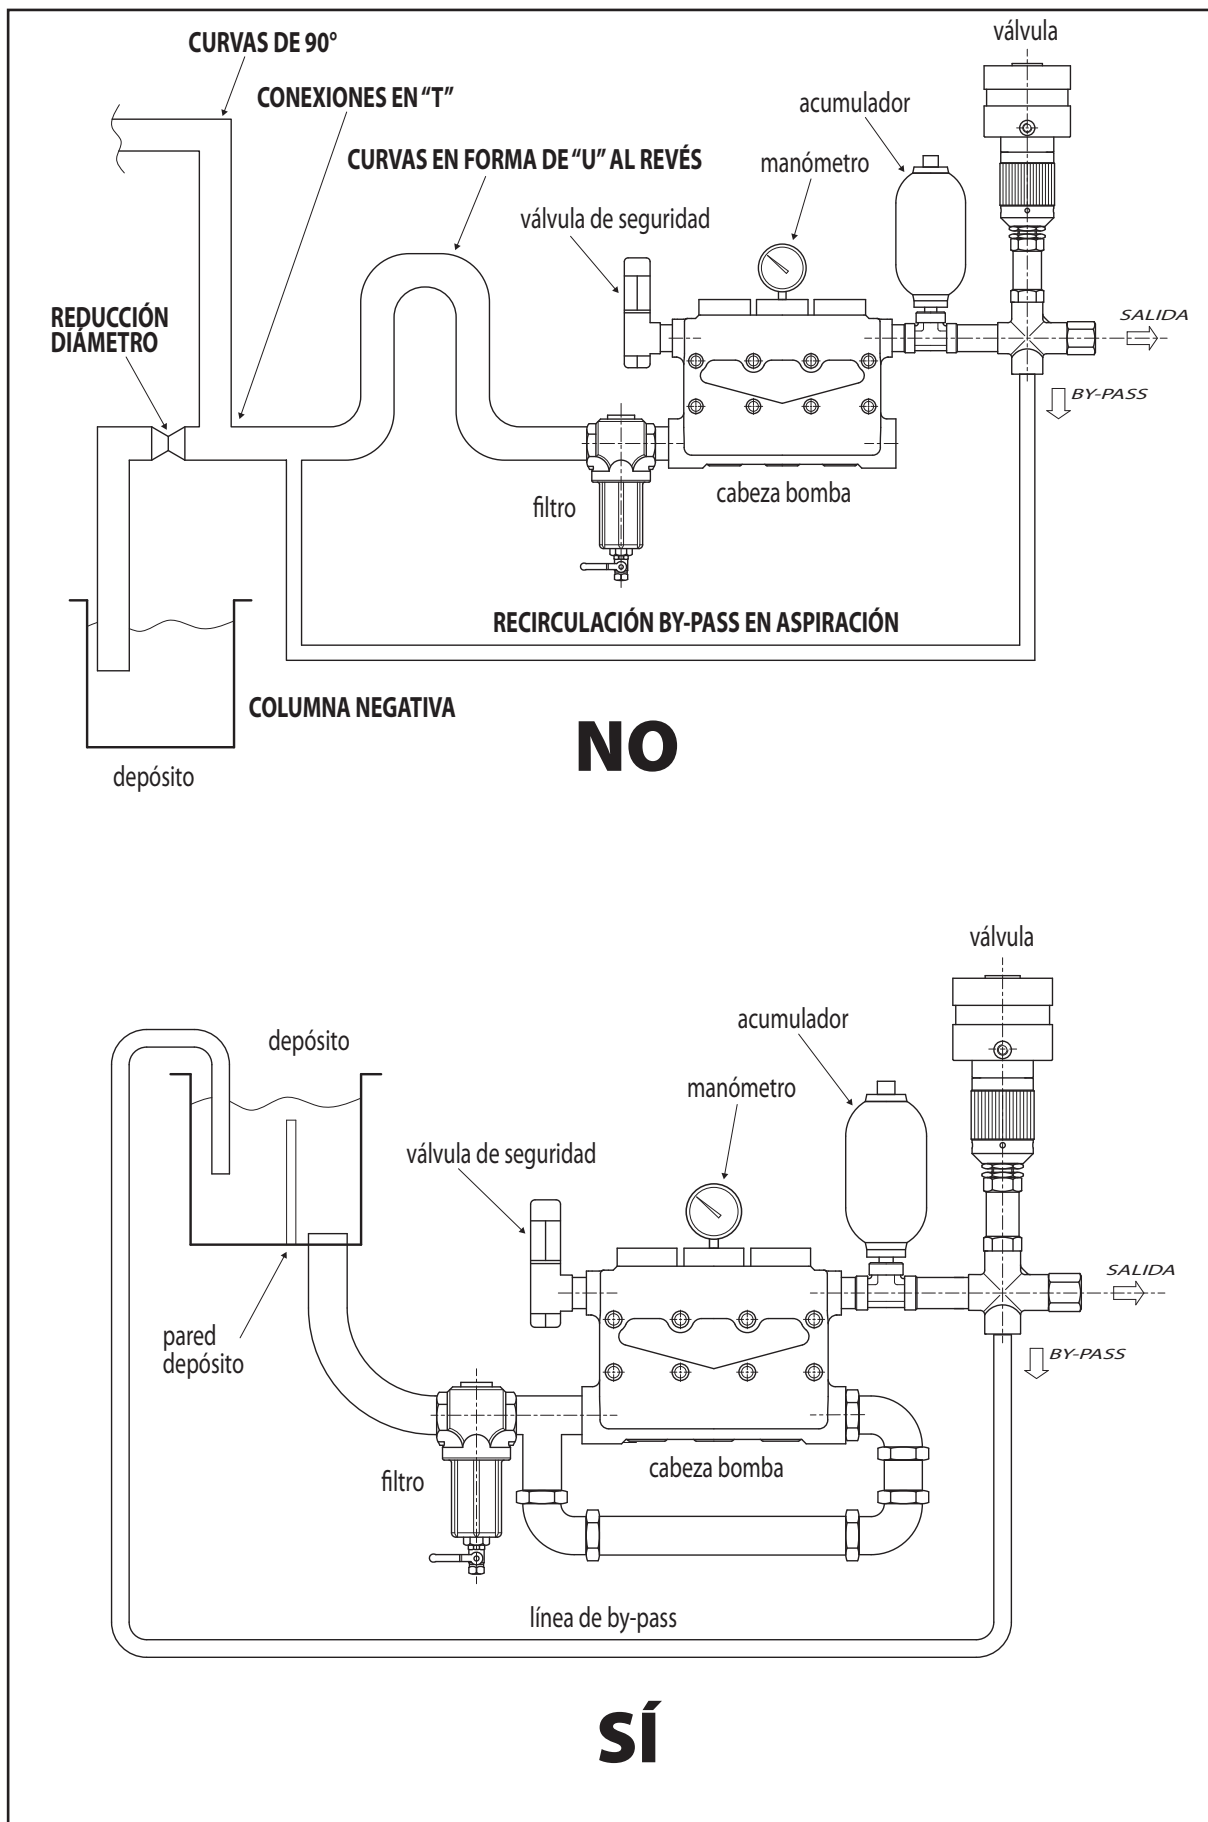

Fig. 2
Para las conexiones hidráulicas de aspiración, envío y by-pass, hacer referencia a la Fig. 2, en la cual se representa un esquema genérico de una posible máquina que incorpora la bomba.
- En aspiración a la bomba evitar estrangulamientos, contrapendientes y curvas en forma de “U” al revés. Comprobar también que la instalación no necesite el vaciado de los tubos de aspiración al detenerse la bomba (ver también la Fig. 2).